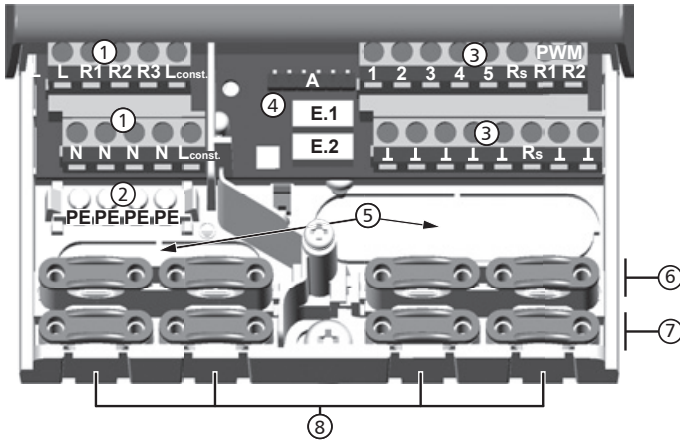

Fig. 3 : Bornes de raccordement dans la partie inférieure du régulateur (cache-bornes retiré)
1. Dégagez les orifices de raccordement ⑤ (fig. 3) à l'aide d'un outil adapté.
1. Découpez et dégagez les orifices de raccordement *nécessaires* ⑧ (fig. 3) à gauche et à droite à l'aide d'un couteau adapté.